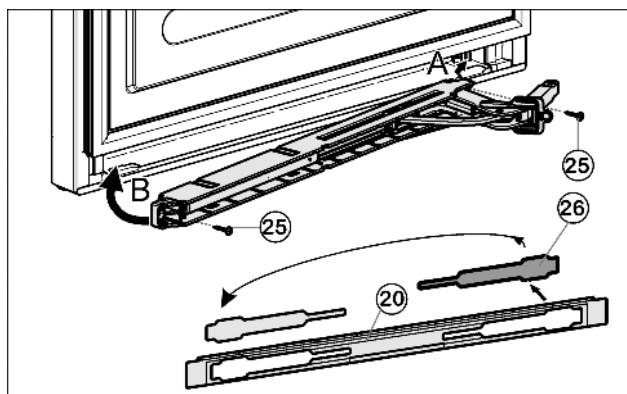

Fig. 15
- ▶ Освободите крышку *Fig. 15 (26)* из накладки *Fig. 15 (20)* и снова установите её на другой стороне.
- ▶ Зацепите (A) и поверните (B) узел амортизатора закрывания дверцы шарниром в сторону шарнира.
- ▶ Прикрутите (2 шт. Torx® 15) *Fig. 15 (25)* узел амортизатора закрывания дверцы.